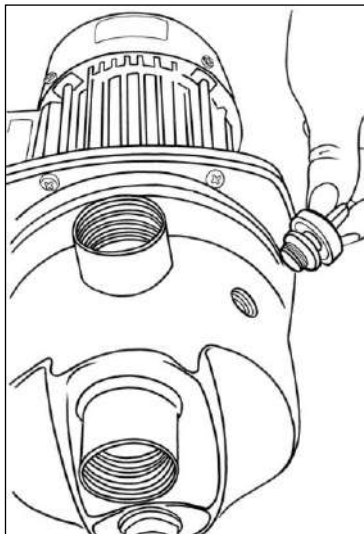

Рис.2 Заливное отверстие
3. Заполнить насос и всасывающую магистраль водой через заливное отверстие, отвинтив для этого, а затем завинтив пробку, находящуюся в верхней части насоса (рис.2).